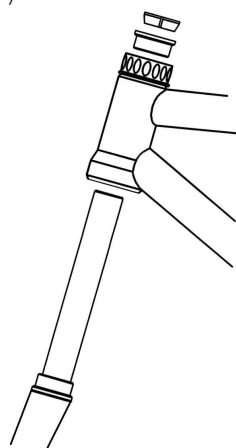

Fig.8
13. Fetten Sie den Gabelschaft (**15**) und den unteren Sitzring (**14**) ein. Schieben Sie beide Teile zusammen in das Steuerrohr (**12**). Fügen Sie den oberen Sitzring(**7**) und den Klemmring(**5**) hinzu. (**Fig. 8**)
13. Gabelschaft, oberen Sitzring (7) und Klemmring (5) einbauen (**Fig.8**)